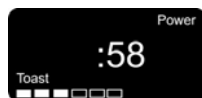

Fig. 13
6. El temporizador contará hacia abajo durante los últimos 58 segundos. (Fig. 13)